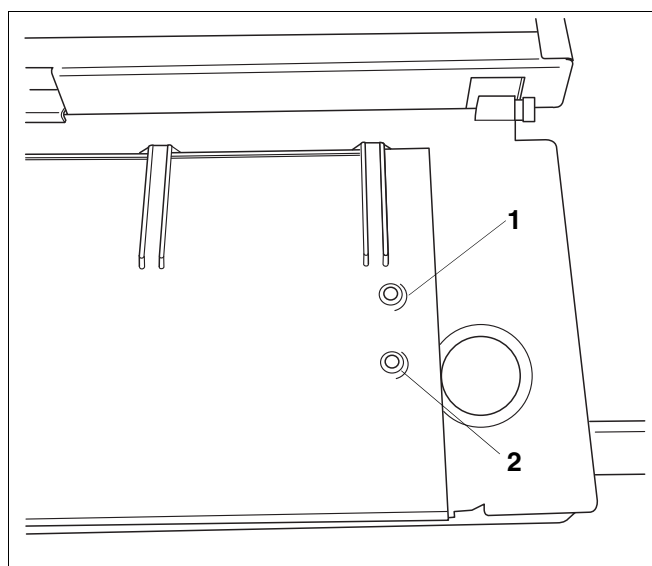

Рис. 21 Потенциометр для настройки максимальной мощности отопления
- Поворачивать потенциометр "max. Heizleistung" (рис. 21, поз. 2):
Легенда к рис. 21: Потенциометр